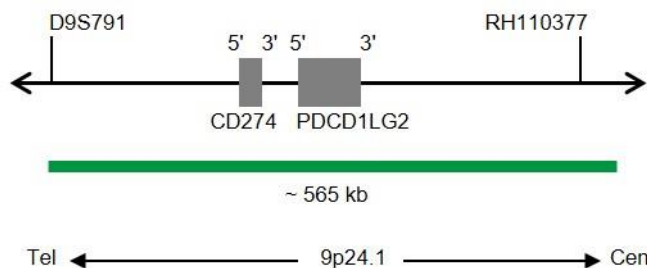

Fig. 1: SPEC CD274,PDCD1LG2 Mapa de la sonda (no está a escala)
- Polinucleótidos marcados en verde (excitación a 503 nm/emisión a 528 nm) ZyGreen (~10 ng/μl), dirigidos a secuencias localizadas en 9p24.1\* (chr9:5,253,553-5,819,972) que albergan el complejo génico CD274, PDCD1LG2 (ver Fig. 1).